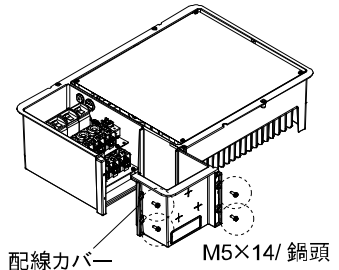

図 11
- ② 配線カバーのねじ(M5×14/鍋頭)4本を外し、配線カバーを取り外してください。(図11)